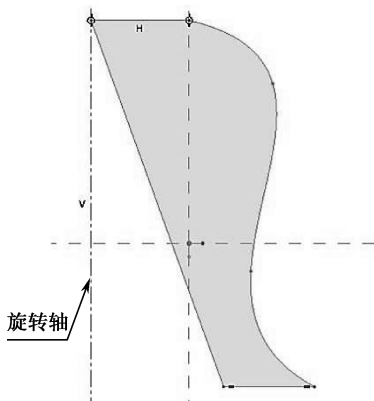
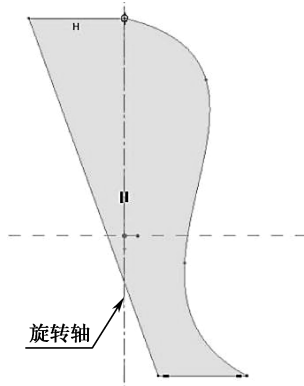

图 4-77 合适的旋转截面
图 4-78 不合适的旋转截面
- ③ 绘制截面需在旋转轴的同一侧，如图 4-77 所示，不能跨在旋转轴的两端，如图 4-78 所示；
- ④ 若图形外没有指定旋转轴，则需在草绘平面内绘制中心线作为旋转轴；
- ⑤ 若指定轴线不在草绘平面内，则退出草图后需要指定模型上的基准轴线或者坐标系的其中一个条件为旋转轴线。